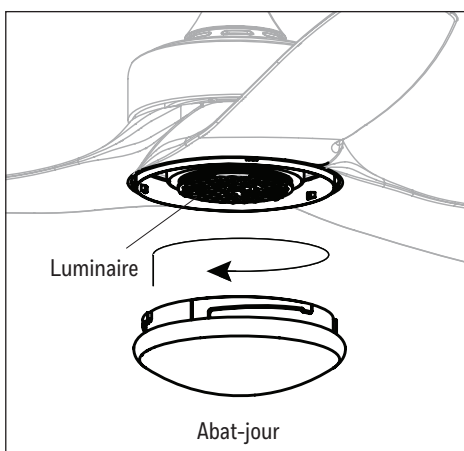

Figure 5.6
- Fixez l'abat-jour au luminaire en tournant l'abat-jour dans le sens des aiguilles d'une montre jusqu'à ce qu'il soit fermement fixé au luminaire. **MISE EN GARDE :** Évitez de déformer le filetage en installant l'abat-jour. Si l'abat-jour fait l'objet d'une installation inadéquate, il pourrait être difficile à retirer ou même tomber, au risque de causer des blessures graves (Figure 5.6).